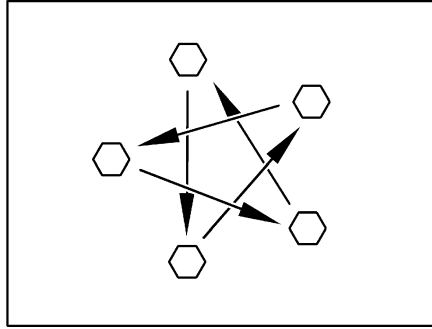

Fig. 287 Serrer en croix les écrous ou les boulons de roue
- Vérifier régulièrement le serrage des écrous ou des boulons de roues. Reserrer alternativement et en croix (Fig. 287) tous les écrous ou les boulons de roue 50 km après le changement d'une roue.
- ▷ Serrer en croix les écrous ou les boulons de roue (Fig. 287).